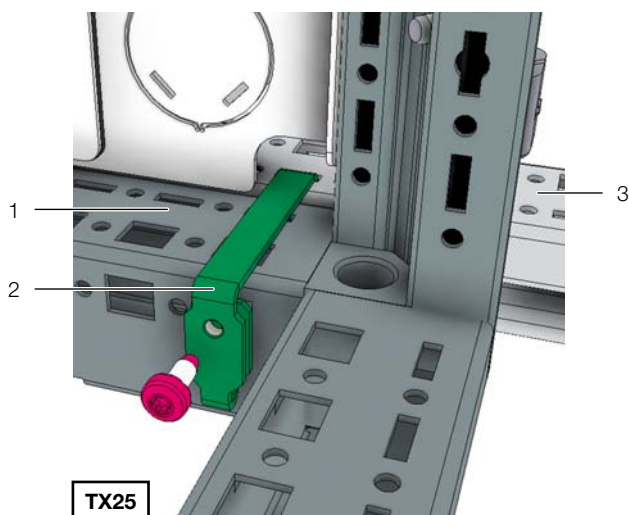

Рис. 30: Соединительный элемент сзади
- Установите сзади соединительный элемент (рис. 30, поз. 2) между каркасом LCP Inline и серверным шкафом.